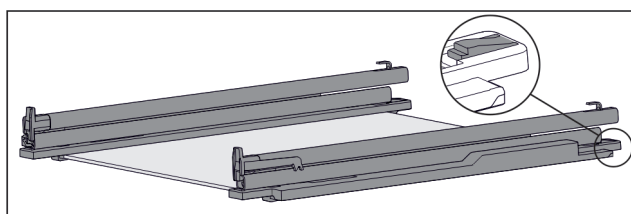

Fig. 116 Tablette en verre avec rails et pièces de retenue
- Pousser l'arrière de la pièce de retenue vers le bas (voir Fig. 116) et pousser dans le même temps le tiroir vers l'arrière.